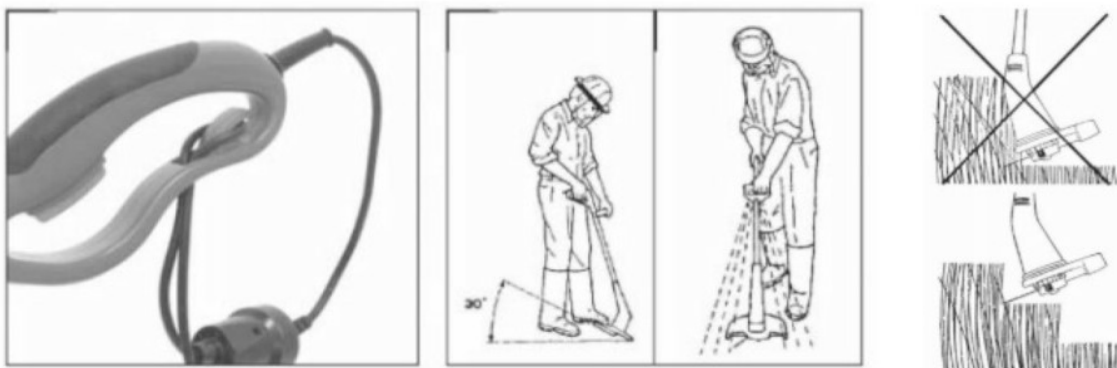

Рис.4
- 8.1.2. Подключите триммер к электрической сети. Вставьте вилку триммера в розетку удлинителя (не входит в комплектацию) и закрепите его на ручке (Рис.4)
- 8.2.1. Держите триммер так, чтобы триммерная катушка была параллельна поверхности земли (Рис.4)